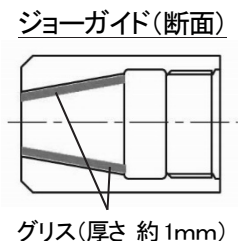

図 7-3
- 5) ジョーガイドの内側(ジョーと接する面)にグリスを十分に塗布して組み付けてください。(図 7-3 参照)
- 2) 組み付ける前に、先端部品の清掃・グリスアップを実施してください。(P.14 図 7-3 参照)